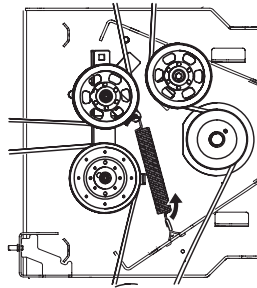

Figure 45
- Décrochez le ressort de la poulie du crochet sur le côté droit du milieu du plateau. Voir Figure 45.